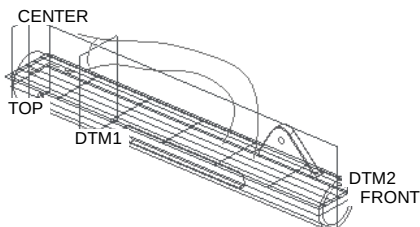

图 8.9.20 设置 DTM2 为活动平面
(2) 单击  按钮, 选择 Course_v1 视图。
(3) 单击 **样式** 功能选项卡 **平面** 区域中的“设置活动平面”按钮 , 选择 DTM2 基准平面为活动平面, 此时模型如图 8.9.20 所示。